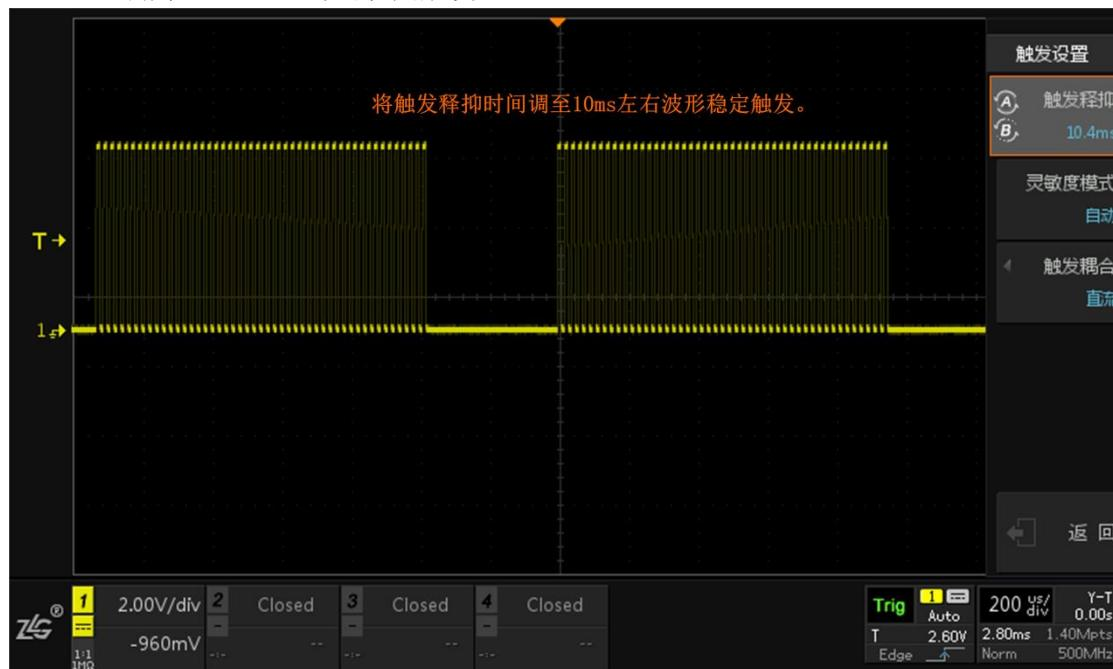

图 10.19 波形稳定显示
- 旋转旋钮 A 或 B 对触发释抑时间进行调节直至波形可稳定触发，如图 10.19 所示，根据信号特征调制频率为 100Hz，周期为 10ms，将触发释抑时间可以大致调为 10ms 左右即可稳定触发。